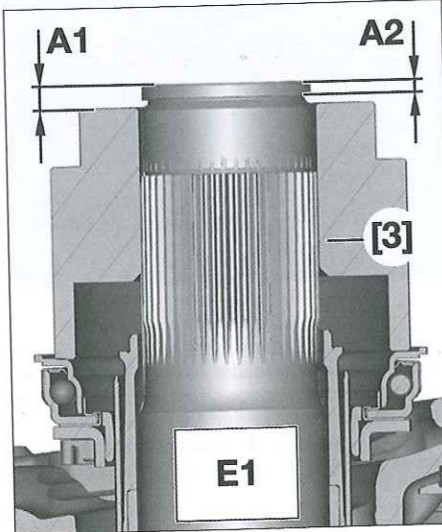

Fig. 8
- cota (B) = (B1+B2)/2 = (2,61+2,81)/2 = 2,71 mm
- Efectuar la misma operación de medición con relación al separador calibrado [3] (Fig.8).